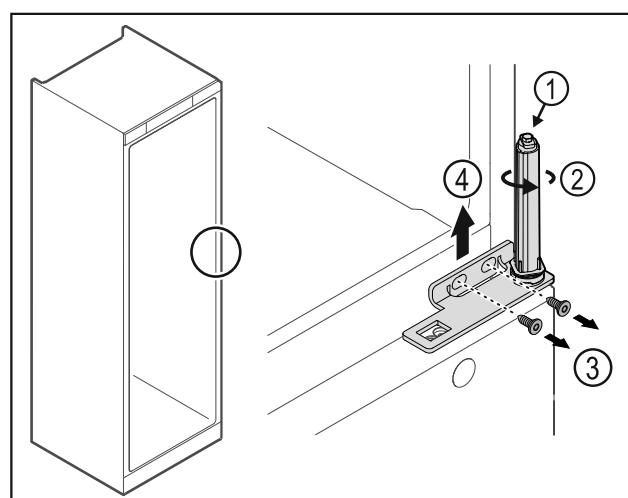

Fig. 27
- Не розбирати систему закриття дверей Fig. 27 (1).
- Повернити систему закриття Fig. 27 (2) до клацання.
- Ослабити гвинти Fig. 27 (3), шарнірний кутик Fig. 27 (4) зняти рухом вгору.